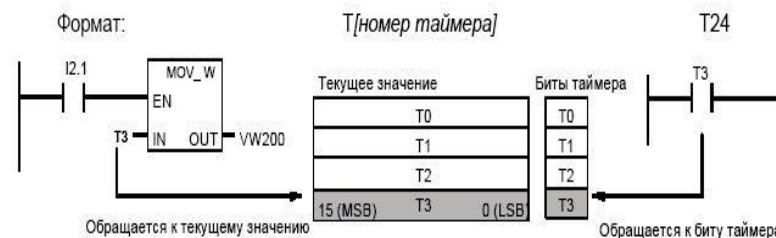

Рис. 5.4. Обращение к биту или к текущему значению таймера
- Бит таймера устанавливается или сбрасывается, когда текущее значение становится равным предустановленному значению. Предустановленное значение вводится как часть таймерной команды. Обращение к обоим этим элементам данных происходит через адрес таймера ($T + \text{номер таймера}$). Происходит ли обращение к биту таймера или к текущему значению зависит от используемой команды: команды с операндами в битовом формате обращаются к биту таймера, тогда как команды с операндами в формате слова обращаются к текущему значению. Как показано на рис. 5.4, команда «Нормально открытый контакт» обращается к биту таймера, а команда «Передать слово» обращается к текущему значению таймера.